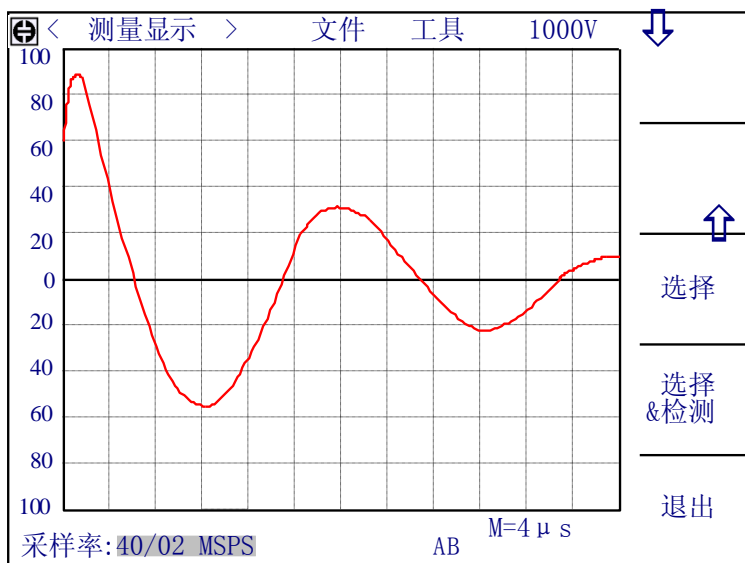

图 4-9 标准波形采样-单次循环
2. 单次循环: 按启动键后,仪器测试每个采样率的标准波形,并且两次采样之间不等待时间,同时屏幕中央出现**测试中**信息,此时用户可以按**中止测量**软键退出标准波形采样。全部采样结束后,出现如图 4-9 画面,等待用户的操作,此时的可用软键如下: